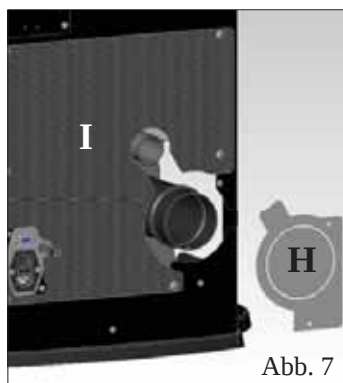
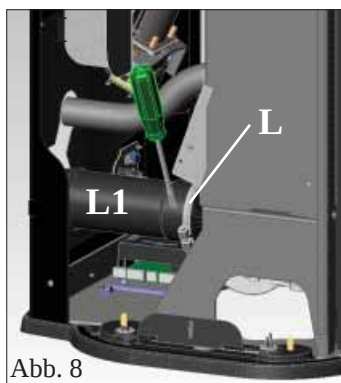

Abb. 7
Abb. 8
- Klappe schließen und die hinteren Blechprofile entfernen (G - Abb. 7).
- Glasseiten abmontieren (H - Abb. 8) und den Transportschutz entfernen.
- Glas-Top abnehmen (H - Abb. 7).
- Das Seitenteil aus Stahl, ddie an der Struktur der Herd mit 2 Schrauben (X - Abb. 7) zu entfernen, nach oben heraus ziehen (I - Abb. 8).
- Die Trennwand (H - Abb. 7) und bei Bedarf auch den gelochten unteren Teil heraus nehmen (I - Abb. 7). – Schelle lockern (L - Abb. 8) und das Rauchgas-Rohr entfernen (L1 - Abb. 8).